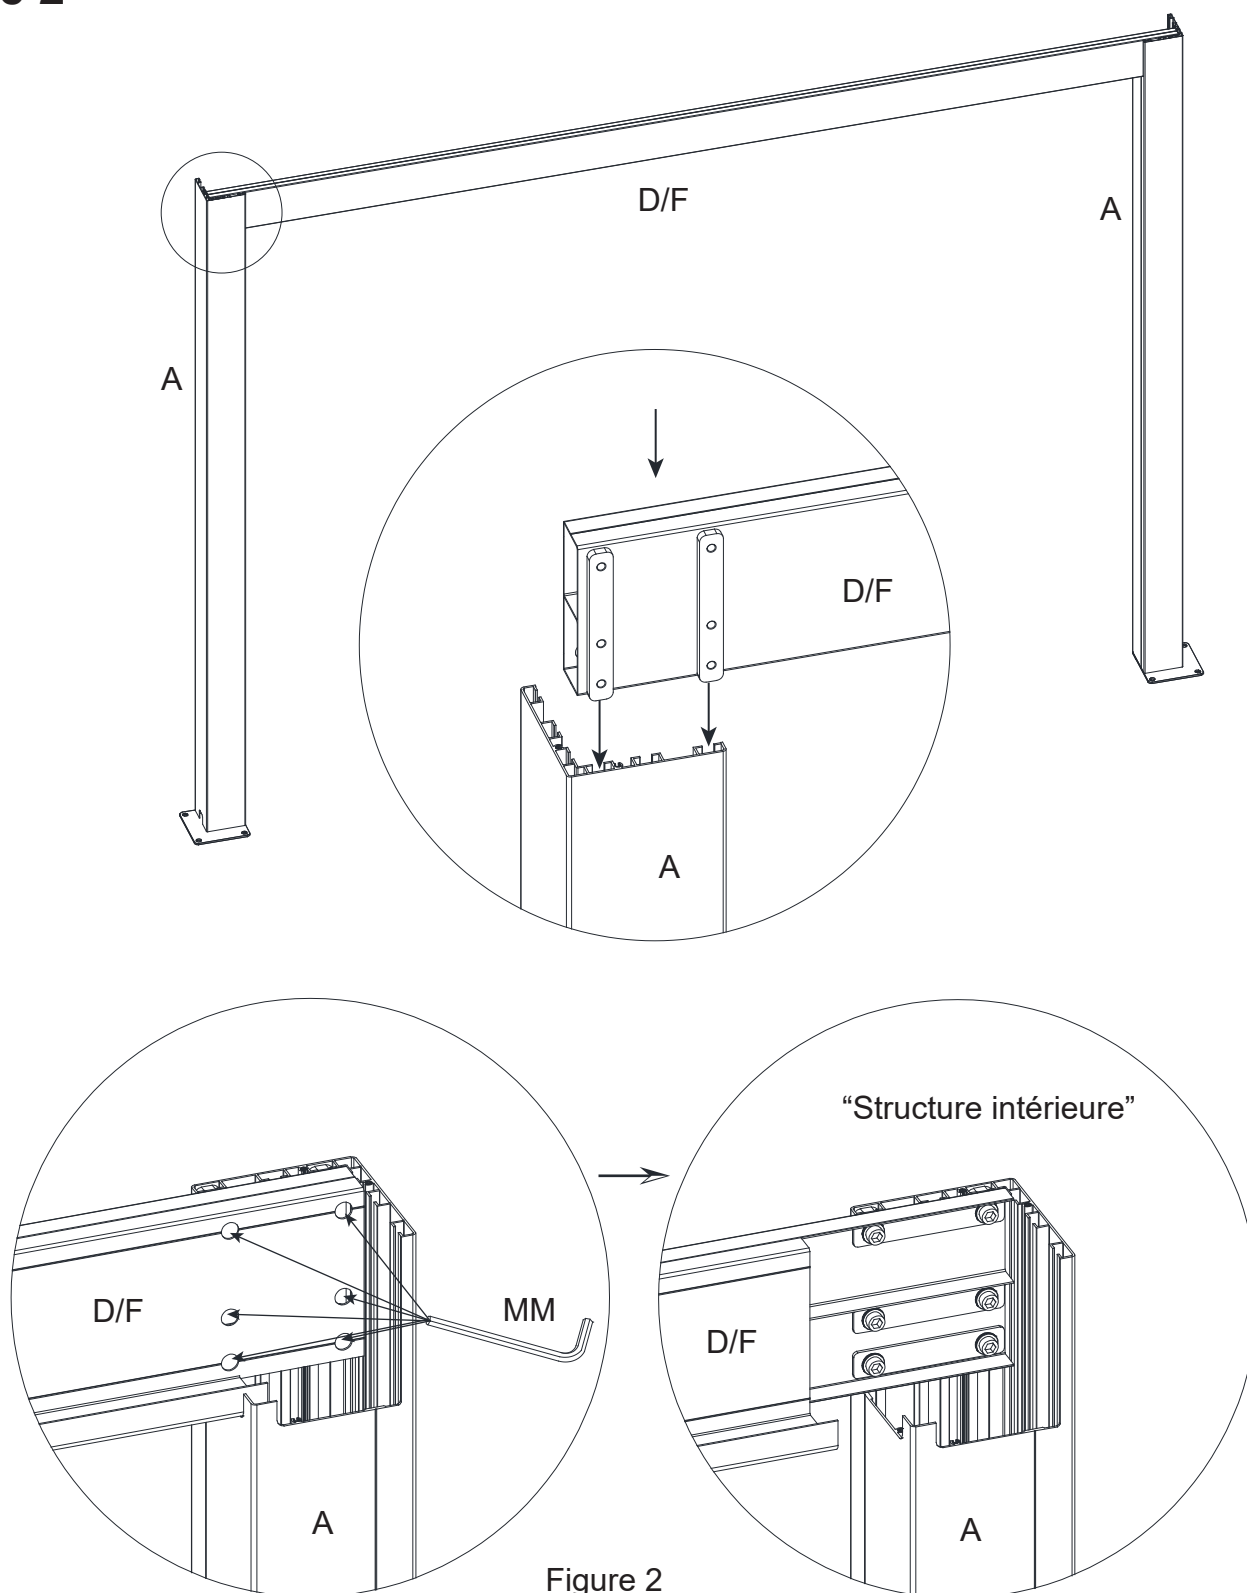

Figure 2
Figure 2. Faites glisser les extrémités des traverses (D/F) dans le guide intégré de la poutre en coin (A) et serrez les boulons à l'aide de la clé hexagonale (MM). Référez-vous au schéma de la structure interne.